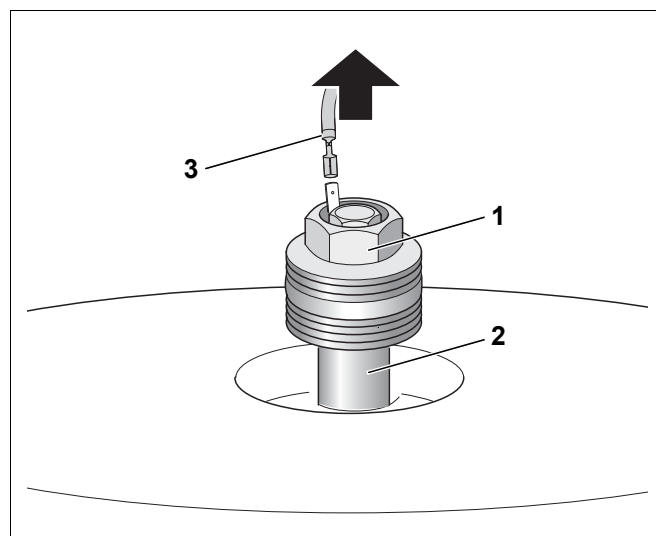

Рис. 13 Замена магниевого анода
- Снять штекер заземляющего провода (рис. 13, **поз. 3**) с плоского контакта магниевого анода.
- Отвернуть шестигранник (рис. 13, **поз. 1**) магниевого анода накладным гаечным ключом SW 32.
- Вывернуть анод (рис. 13, **поз. 2**).
- Надеть штекер заземляющего провода (рис. 13, **поз. 3**) на плоский контакт магниевого анода.